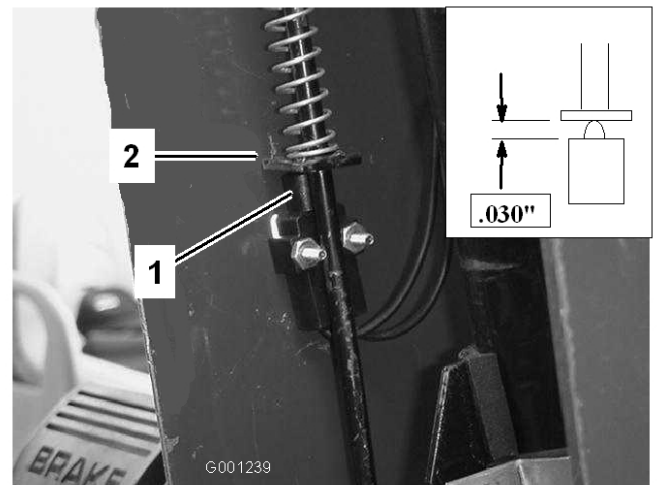

Figura 60
3. Faça deslizar a cobertura para cima, ao longo da coluna de direcção, de modo a expor o interruptor do travão de mão (Figura 60).
5. Alinhe a aleta da barra do travão de mão com o êmbolo do interruptor (Figura 60).
6. Pressione a barra do travão de mão para baixo e empurre para cima o interruptor até que o comprimento da mola em compressão do êmbolo do interruptor seja de 0,8 mm (Figura 60, em destaque). Esta é a distância entre a aleta da barra do travão e a estrutura do êmbolo do interruptor.